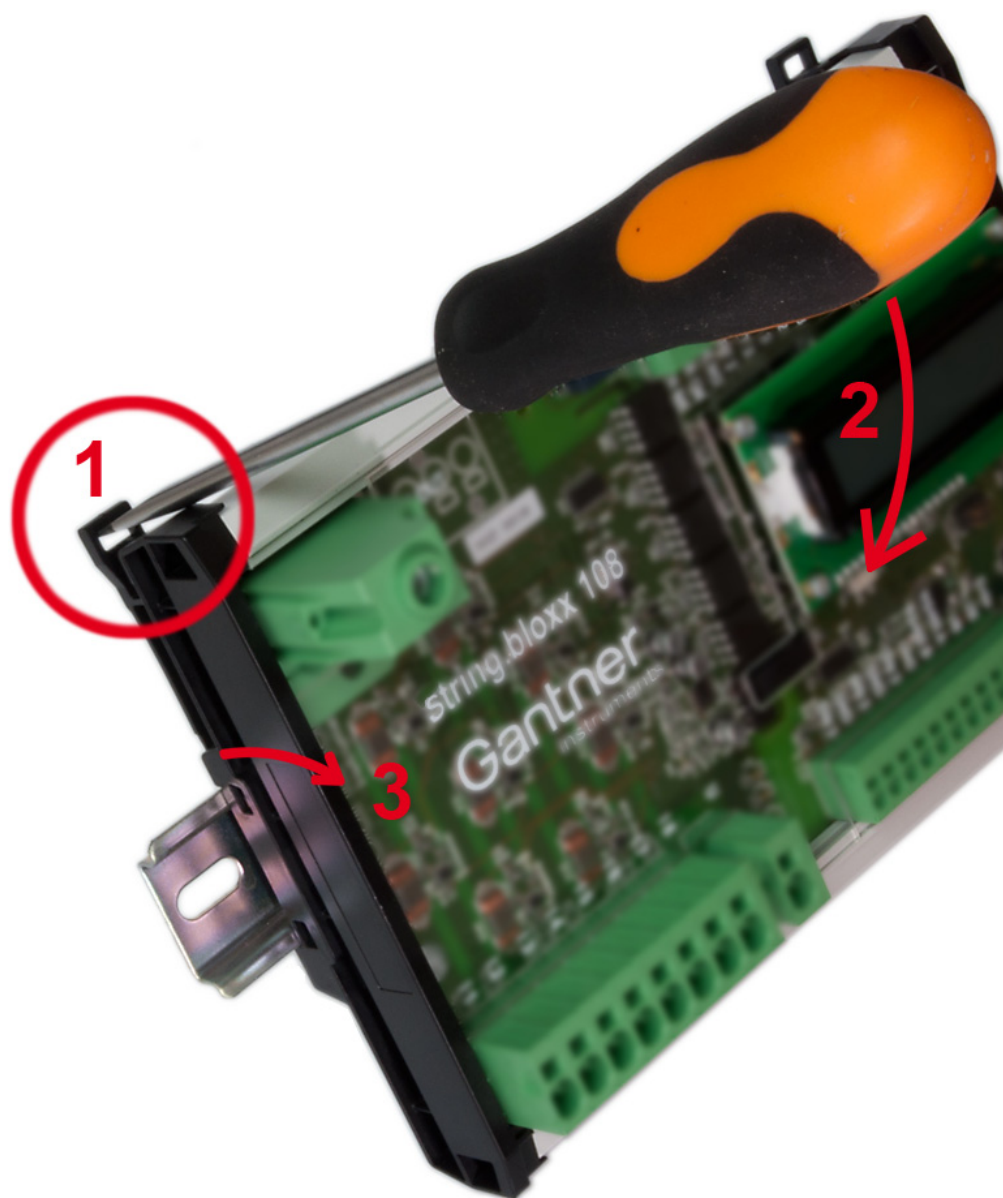

Abb. 3-3: Demontage des Moduls
Stecken Sie einen schmalen Schraubendreher durch eine der Laschen oben am Modul (1 in Abb. 3-3). Drücken Sie dann den Schraubendreher in Richtung des Moduls (2), dann rastet der Haltemechanismus aus und Sie können das Modul an dieser Seite etwas von der Tragschiene abziehen (3). Halten Sie das Modul mit einer Hand fest, damit es nicht herunterfällt, und verfahren Sie mit der Lasche auf der anderen Seite ebenso, um das Modul vollständig von der Tragschiene zu demontieren.